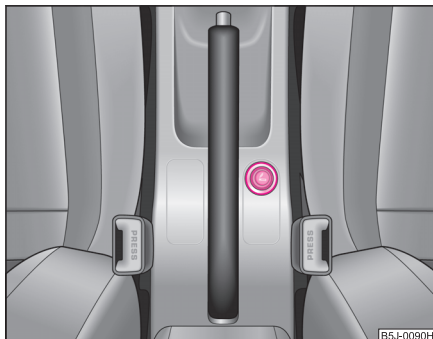

Fig. 78 Consola central: Encendedor
- Pulse el botón del encendedor ⇒ **fig. 78**.